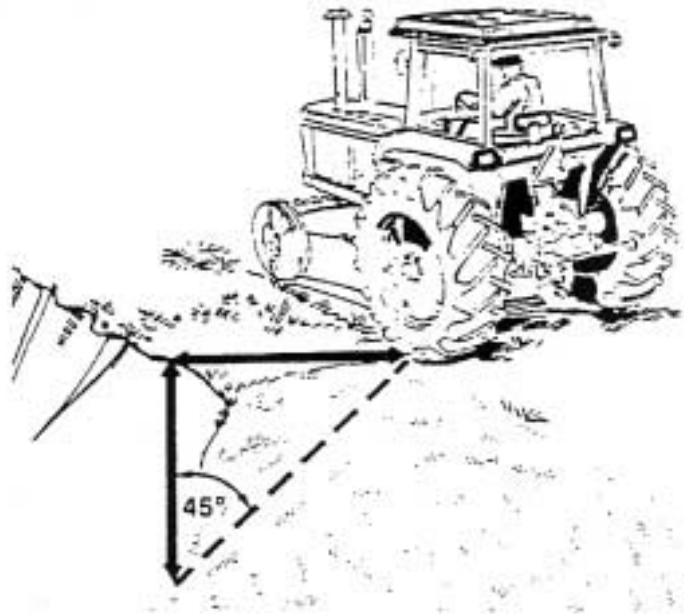

FIG. 54 No aproximarse a taludes y a otras grandes depresiones*.
- No transitar en las proximidades de taludes, orillas de las zanjas u otras depresiones ya que los márgenes de las zonas en desnivel pueden desmoronarse por el peso del tractor. En estos casos se recomienda circular a una distancia prudencial. **FIG. 54**